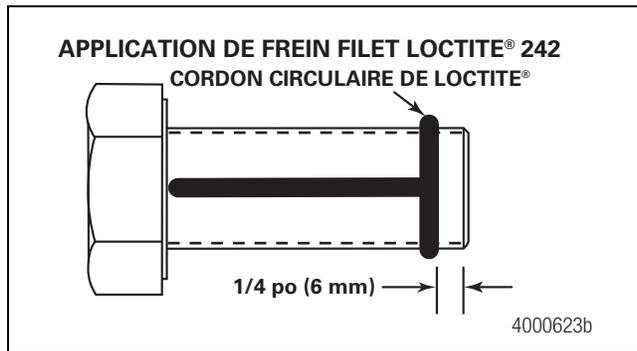

Figure 4.16
13. Appliquer un cordon de frein filet Loctite® 242 de 1/8 po (3 mm) autour des filets du boulon, à environ 1/4 po (6 mm) de l'extrémité filetée. Appliquer un second cordon de frein filet Loctite® 242 de 1/8 po (3 mm) dans le sens de la longueur des filets du boulon. Figure 4.16.